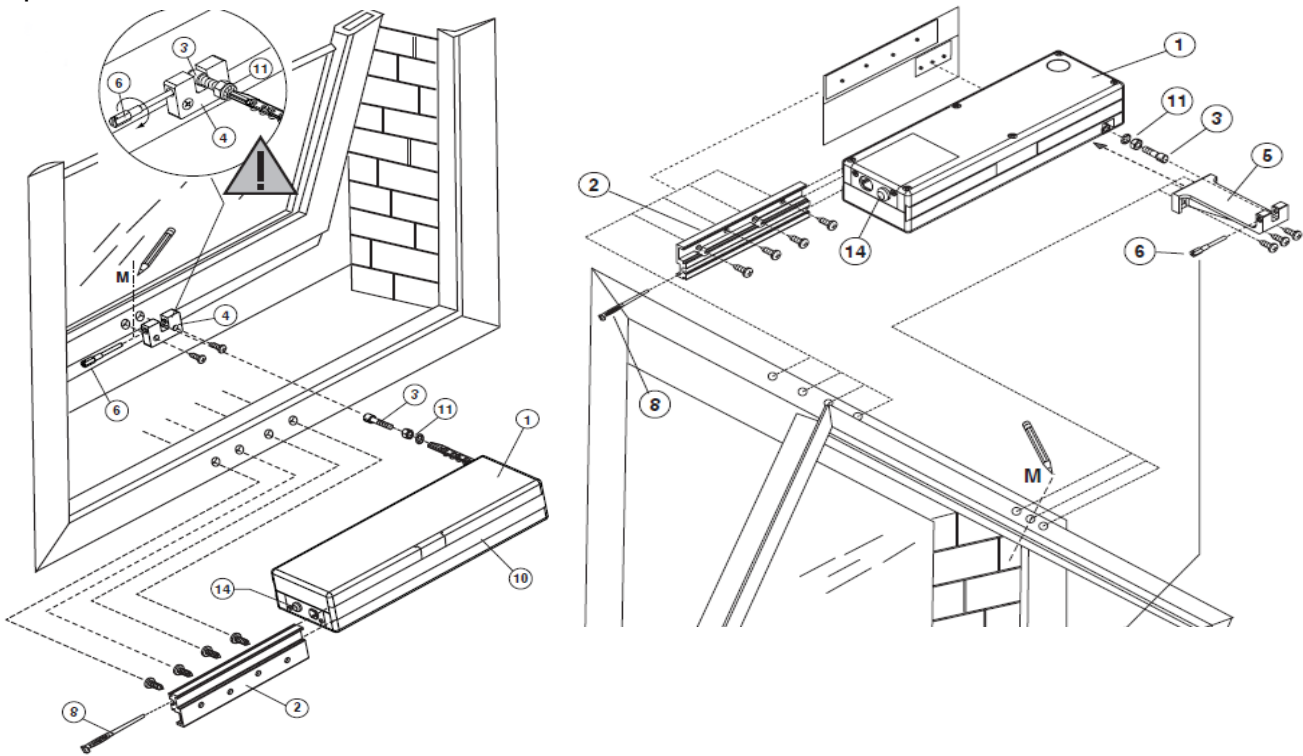

Рис.2 Схемы монтажа
### Монтаж привода (рис.2 и рис.3)
1. Отметить место монтажа привода (если идёт монтаж одного привода то  $\frac{1}{2}$  створки, если двух то  $\frac{1}{4}$  створки) и наклеить шаблон (9).
3. Закрепить кронштейны привода (2) и кронштейн створки (5 для внутреннего открывания или 4 для внешнего открывания) самонарезными винтами (7) на раме и створке соответственно. Если винты короткие (для ПВХ и Дерева) необходимо применить винты соответствующей длины, для обеспечения надёжного крепления.
4. Надеть привод (1) на кронштейн (2)
5. Накрутить гайку стопорную (11) и одеть шайбу на винт регулировочный (3)
6. Соединить Винт регулировочный (3) с кронштейном створки (5 для внутреннего открывания или 4 для наружного открывания) с помощью стопорного винта (6) как показано на рис.2..
8. Отрегулируйте прижим створки к раме путём удлинения или уменьшения длины цепи с помощью регулировочного винта (6) рис.2.